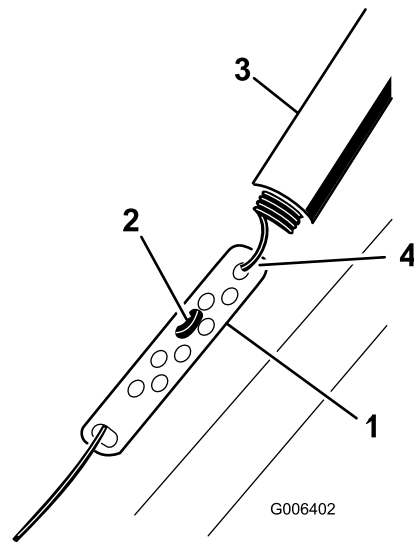

Figure 21
1. Remontez la protection du ressort et décrochez le ressort de la biellette de réglage (Figure 21).